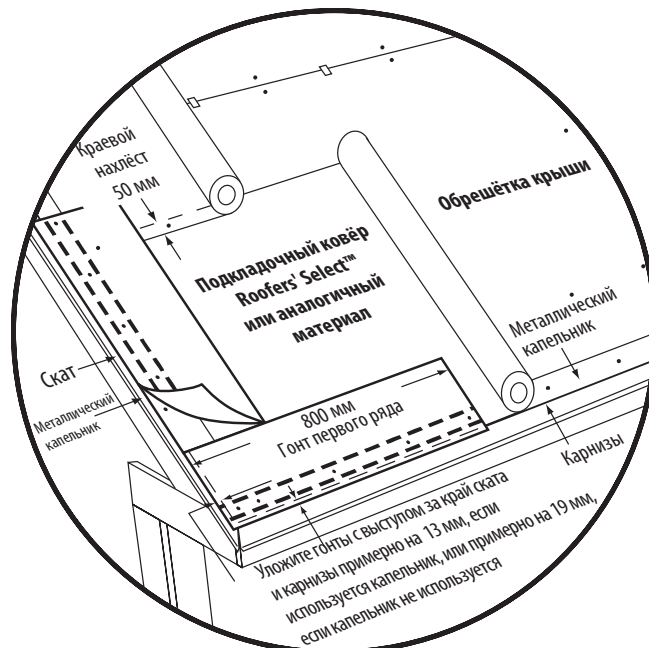

Рис. 14-12. Монтаж подкладочного ковра и капельника начального ряда на крышу со стандартным уклоном.
**1-й РЯД:** Уложите целый гонт Hatteras в левом нижнем углу крыши. Убедитесь, что его язычки расположены вровень с гонтом начального ряда на карнизах и краю ската. (Рис. 14-12).